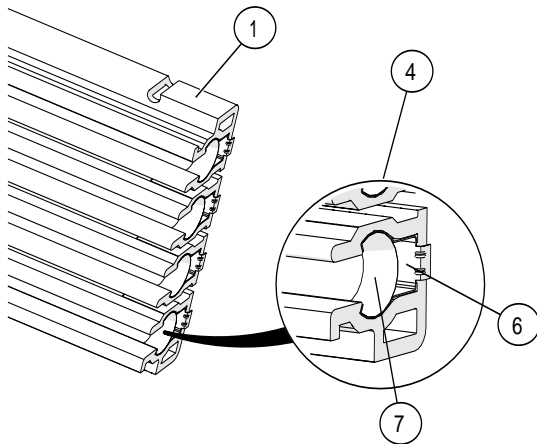

Fig. 14: Vue détaillée côté douille
- L'agrafe est existante dans la zone de réception pour la broche de raccordement (côté douille) et dans la correcte position (voir Fig. 14, pos. 6).